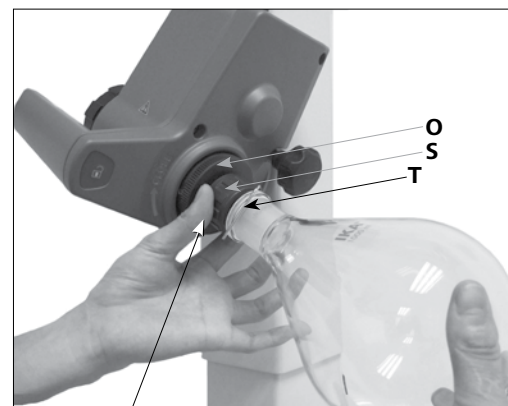

Fig. 15b
- Tournez l'écrou en plastique (**P**) avec le collier (**S**) dans le sens inverse des aiguilles d'une montre jusqu'à ce que le collier repose sur la bride. (Fig. 15b)